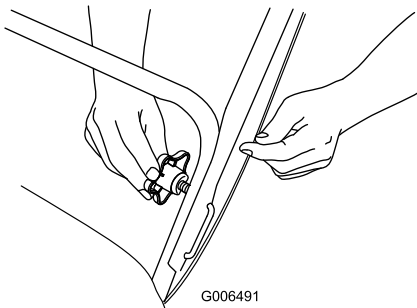

Figure 5
1. Dispositifs de blocage en “U” (2) 2. Boutons de guidon
2. Insérez le dispositif de blocage en “U” dans le trou libre du guidon et serrez fermement les boutons du guidon (Figure 5).